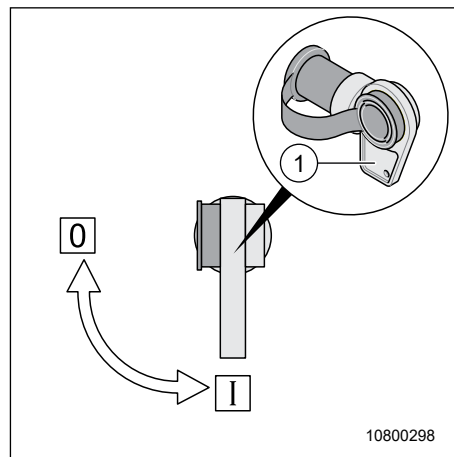

Fig. 87 Interrupteur principal de batteries
Le commutateur de préchauffage du moteur (Fig. 87, pos. 1) se trouve dans le rangement à travers.